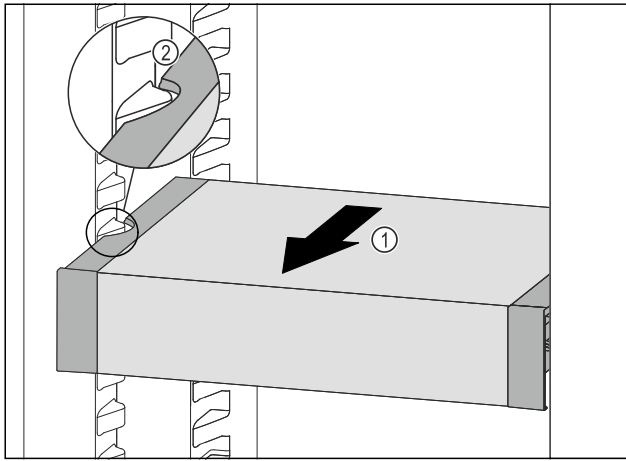

Fig. 102
- ▶ Изтеглете VarioSafe напред Fig. 102 (1), докато страничните прорези на VarioSafe се намират на височината на реброто на съда в хладилната част. Fig. 102 (2)